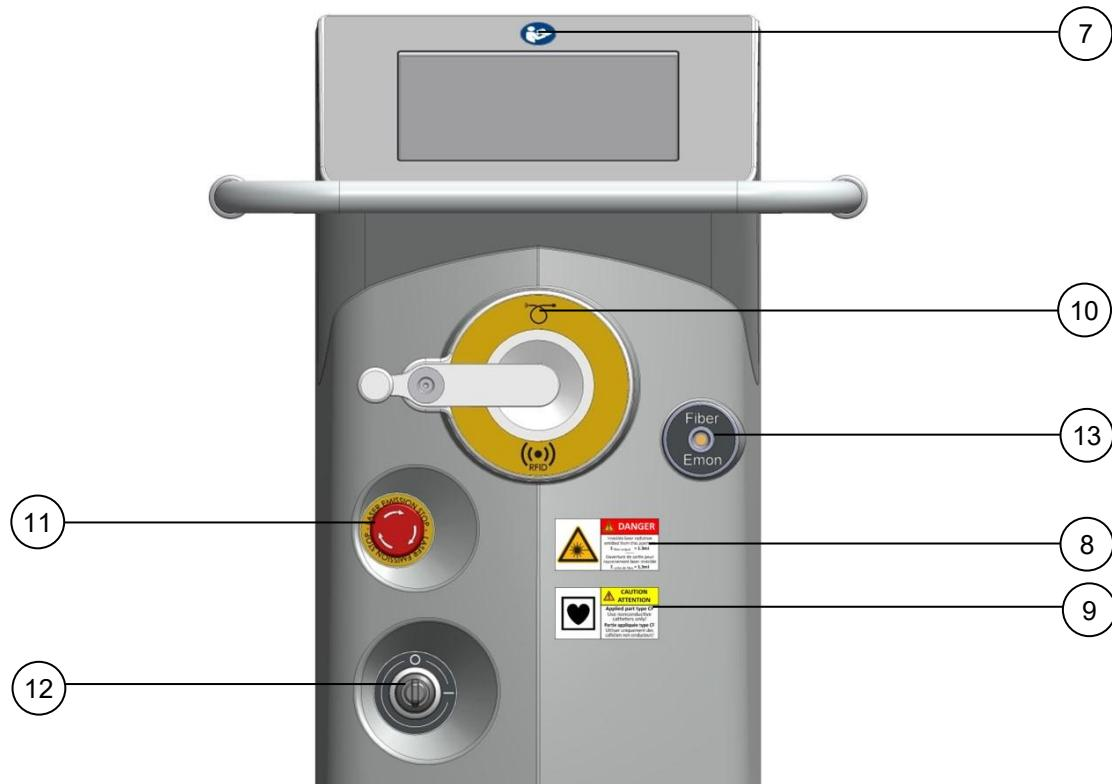

Fig. 2-2: Vue latérale avant
7.	Consulter le mode d'emploi.  L'étiquette est située sur la face avant du laser, au-dessus de l'écran tactile (voir Fig. 2-2).
L'étiquette est située sur la face avant du laser, près de l'ouverture du faisceau laser (voir Fig. 2-2).
9.	<p>Pièce appliquée CF de type résistant à la défibrillation</p> <p>Seules les fibres de type CF peuvent être fixées. Seuls les cathéters non conducteurs peuvent être utilisés.</p> <p>L'étiquette se trouve sous la connexion correspondante sur le panneau avant (voir Fig. 2-2).</p>
10.	<p>Connexion de la fibre.</p> <p>L'étiquette se trouve au-dessus de la connexion correspondante sur le panneau avant (voir Fig. 2-2).</p> <p> Symbole d'identification par radiofréquence   Applicateur de fibres optiques</p>
11.	<p>Identification de l'arrêt de l'émission laser.</p> <p>L'étiquette est située sur la face avant du laser (voir Fig. 2-2).</p>
12.	<p>Affichage de la position de l'interrupteur à clé.</p> <p>O = « Arrêt »</p> <p>I = « Marche »</p> <p>L'étiquette est située sur la face avant du laser (voir Fig. 2-2).</p>
13.	Contrôleur d'énergie pour la fibre.  L'étiquette est située sur la face avant du laser (voir Fig. 2-2).